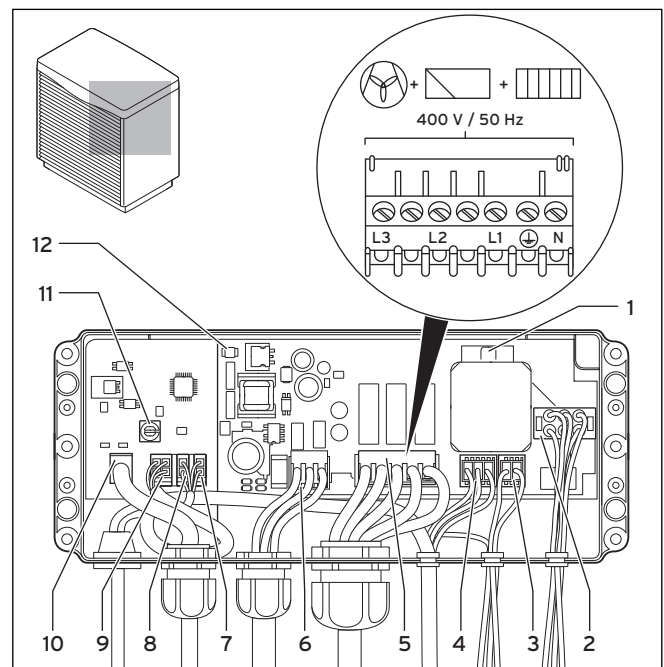

Abb. 7.2 Elektro-Schaltkasten Außeneinheit
Legende zu Abb. 7.2
- Schließen Sie für die Stromversorgung die Außeneinheit über die Klemme (→ **Abb. 7.2, Pos. 5**) an je ein dreiphasiges 400-V-Drehstromnetz mit einem **Null- und einem Erdleiter** an.